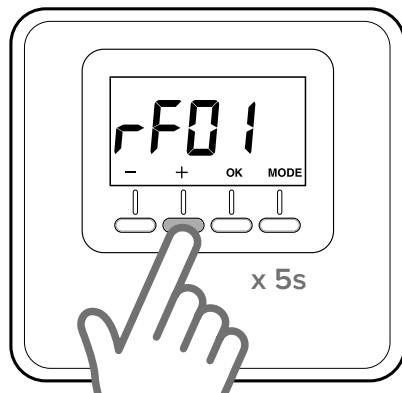

Fig. 18
- Pulsar nuevamente la tecla “+” 5 segundos para acceder a los parámetros técnicos. El display muestra el parámetro “rFO1” (Fig. 18)